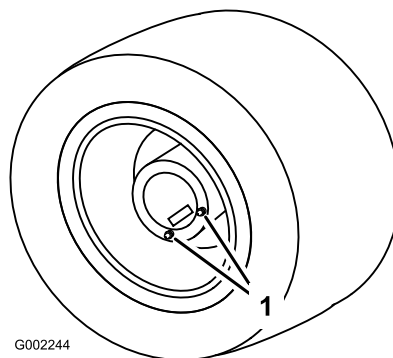

図 80
- 平らな場所で、後輪のドレンプラグがドレン位置にくるようにして駐車する **図 80**。
- ドレンプラグの下に容器を置き、プラグを外す **図 80**。